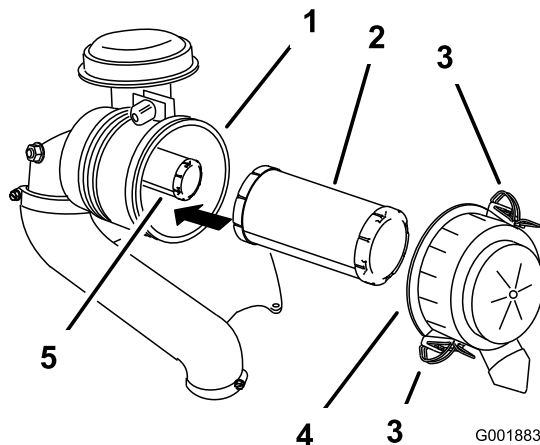

Figura 42
3. Abra los cierres del limpiador de aire y tire de la tapa de la entrada de aire para separarla del cuerpo del limpiador de aire (Figura 42).
5. Extraiga con cuidado el filtro primario de la carcasa del limpiador de aire (Figura 42).
2. Si va a cambiar el filtro de seguridad, deslícelo cuidadosamente en el cuerpo del filtro (Figura 42).
3. Deslice cuidadosamente el filtro primario por encima del filtro de seguridad (Figura 42).
4. Instale la tapa del limpiador de aire con el lado que lleva la palabra **up** hacia arriba, y fije los cierres (Figura 42).